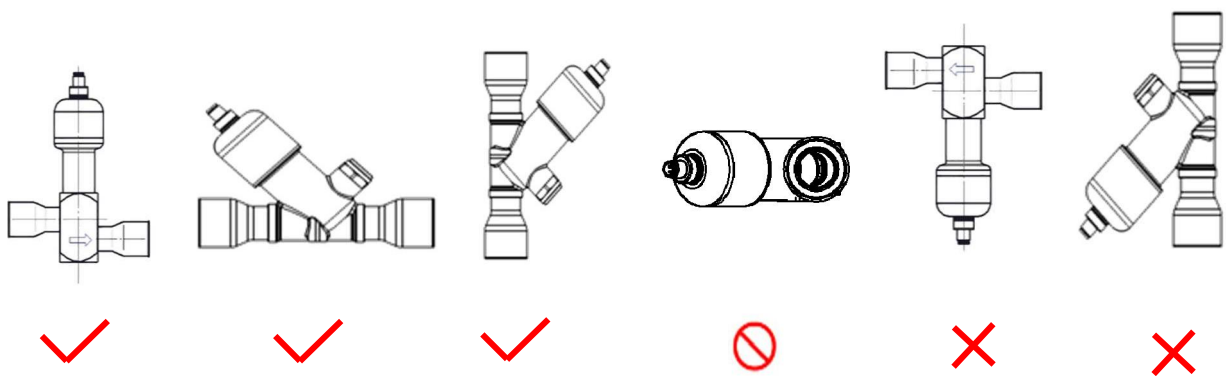

图 4
2、(图 4) 如图所示，允许竖直或横向安装，严禁电机朝下安装。